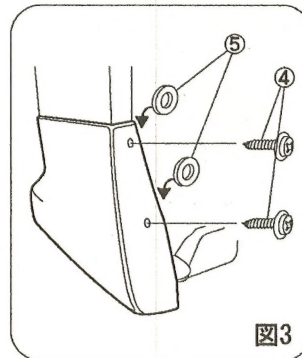

図3
- ①製品本体をフロントバンパーにかぶせ、マーキング位置に合わせる。
- ①製品本体を浮かせ離型紙を引っ張りながら徐々に剥がしつつ、中央部からタイヤ側に向かって押し当てながら浮きの無いように貼り付ける。
- ①製品本体の穴位置よりフロントバンパーにケガキ針で印をつけ、①製品本体とフロントバンパーの間に⑤ゴムワッシャーを入れ④タッピングスクリューで締付けする。＜左右4ヶ所＞(図3参照)
- ①製品本体と②ローワーブラケットを③M6トラスボルトで取り付ける。